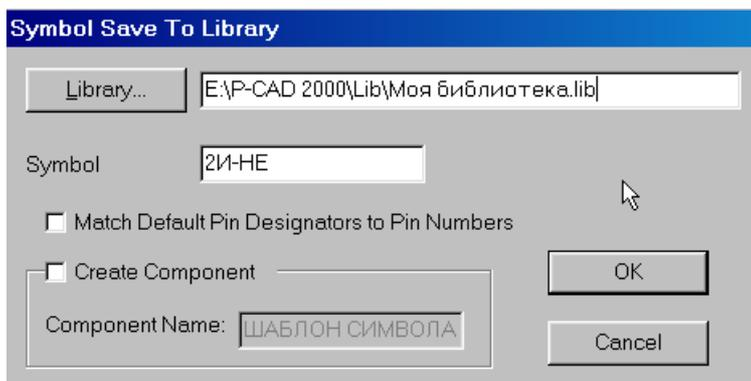

Рис. 8-17. Сохранение символа в библиотеке
5) Активизируйте команду **Symbol/Save As** для сохранения созданного символа в одну из библиотек. Выбрать библиотеку для сохранения можно с помощью кнопки **Library** на панели **Symbol Save To Library** (см. рис. 8-17). Имя символа задается в окне *Symbol*. Флажки *Create Component* (создать компонент) и *Match Default Pin Designator to Pin Numbers* (согласование обозначения вывода по умолчанию с его номером) в данном случае можно не устанавливать.